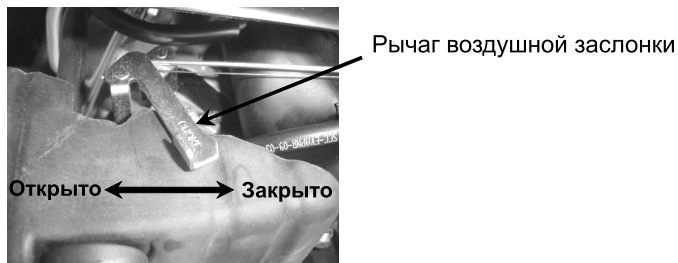

Рис. 20
2. При запуске холодного двигателя переведите рукоятку управления воздушной заслонкой в положение ЗАКРЫТО (рис. 20);